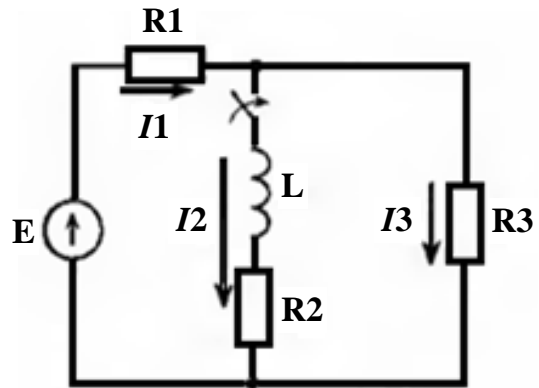

Рис. 1.48. Схема к задаче 1
**Задача 1.** Рассчитать переходные токи во всех ветвях схемы после замыкания выключателя во второй ветви (рис. 1.48).  $E = 150$  В;  $R_1 = R_2 = R_3 = 100$  Ом;  $L = 0,1$  Гн.